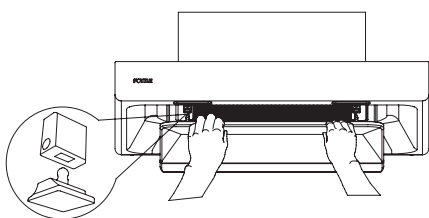
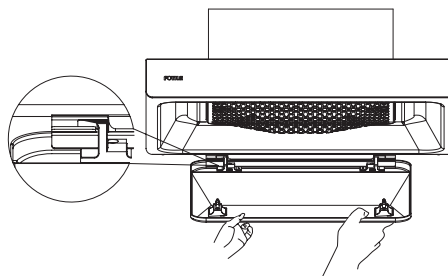

Fig.1
Fig.2
1. 首先，用雙手抓住蝶翼板前沿，向下翻轉，使蝶翼板卡扣脫離（見 Fig.1），然後向下翻轉一定角度，最後雙手平端着蝶翼板向外取出（見 Fig.2）；
1. 首先，取下蝶翼板（見Fig.1和Fig.2）；